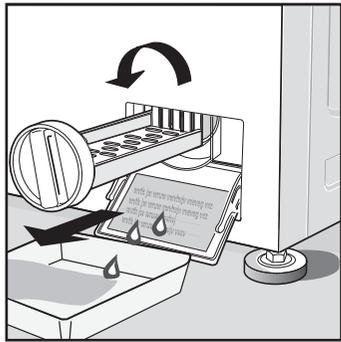

fig. 7A
Attention: Avant de retirer le filtre, vous avez intérêt à placer un récipient (fig. 7A) sous le filtre clapet, pour récupérer l'eau restant éventuellement dans la pompe.
- le filtre du tuyau d'arrivée d'eau est-il bouché? (fig. 7A-7B)